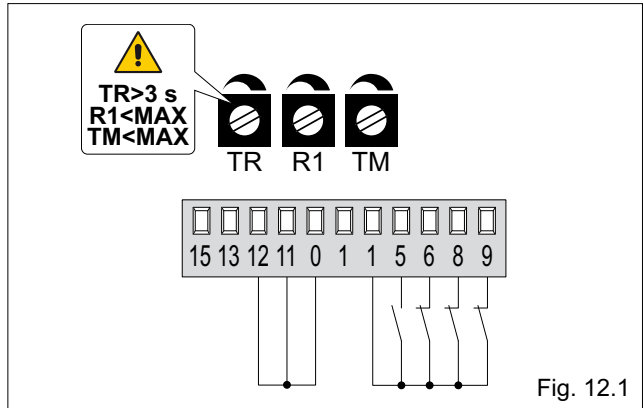

Fig. 12.1
**(Fig. 12.1) Les vantaux s'arrêtent sur les butées mécaniques et sur les obstacles.**